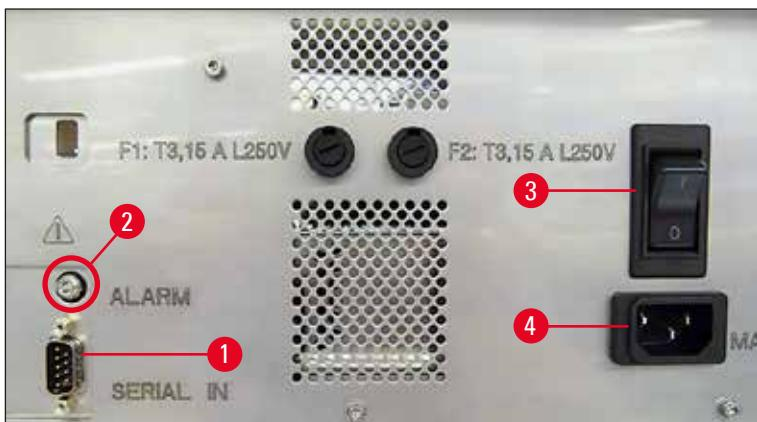

Рис. 31
- ⓘ** Электрические соединения расположены на задней панели прибора (→ "Рис. 31").